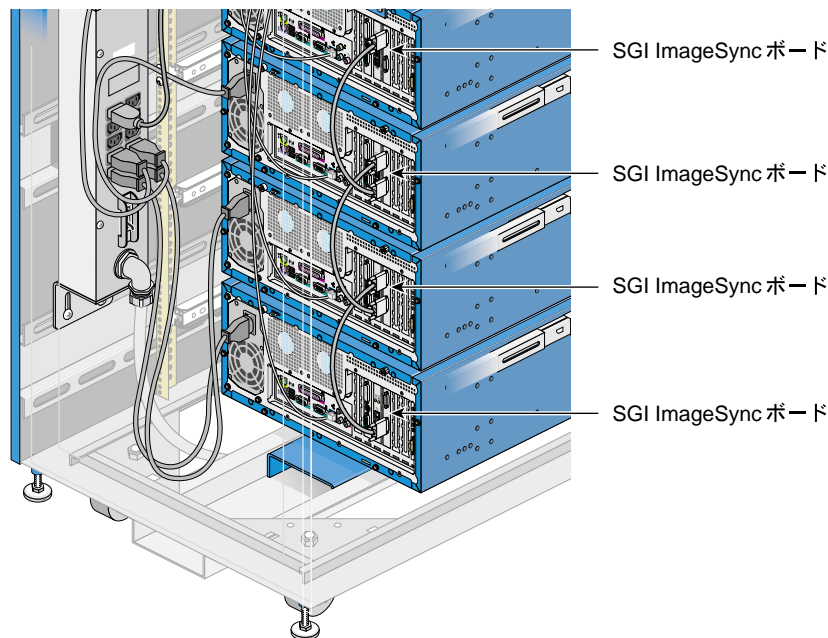

図 6-1 SGI ImageSync 外部ケーブル、SGI Graphics Cluster Series 12 システム
1. ラック後部で、ラック最下部にあるマスターノードの SGI ImageSync ケーブルが、マスターノードの SGI ImageSync カードの **OUT** ポートに差し込まれていることを確認します (図 6-1 を参照)。
2. このケーブルが、次のノード (channel0) の SGI ImageSync カードの **IN** ポートに差し込まれていることを確認します (図 6-1 を参照)。